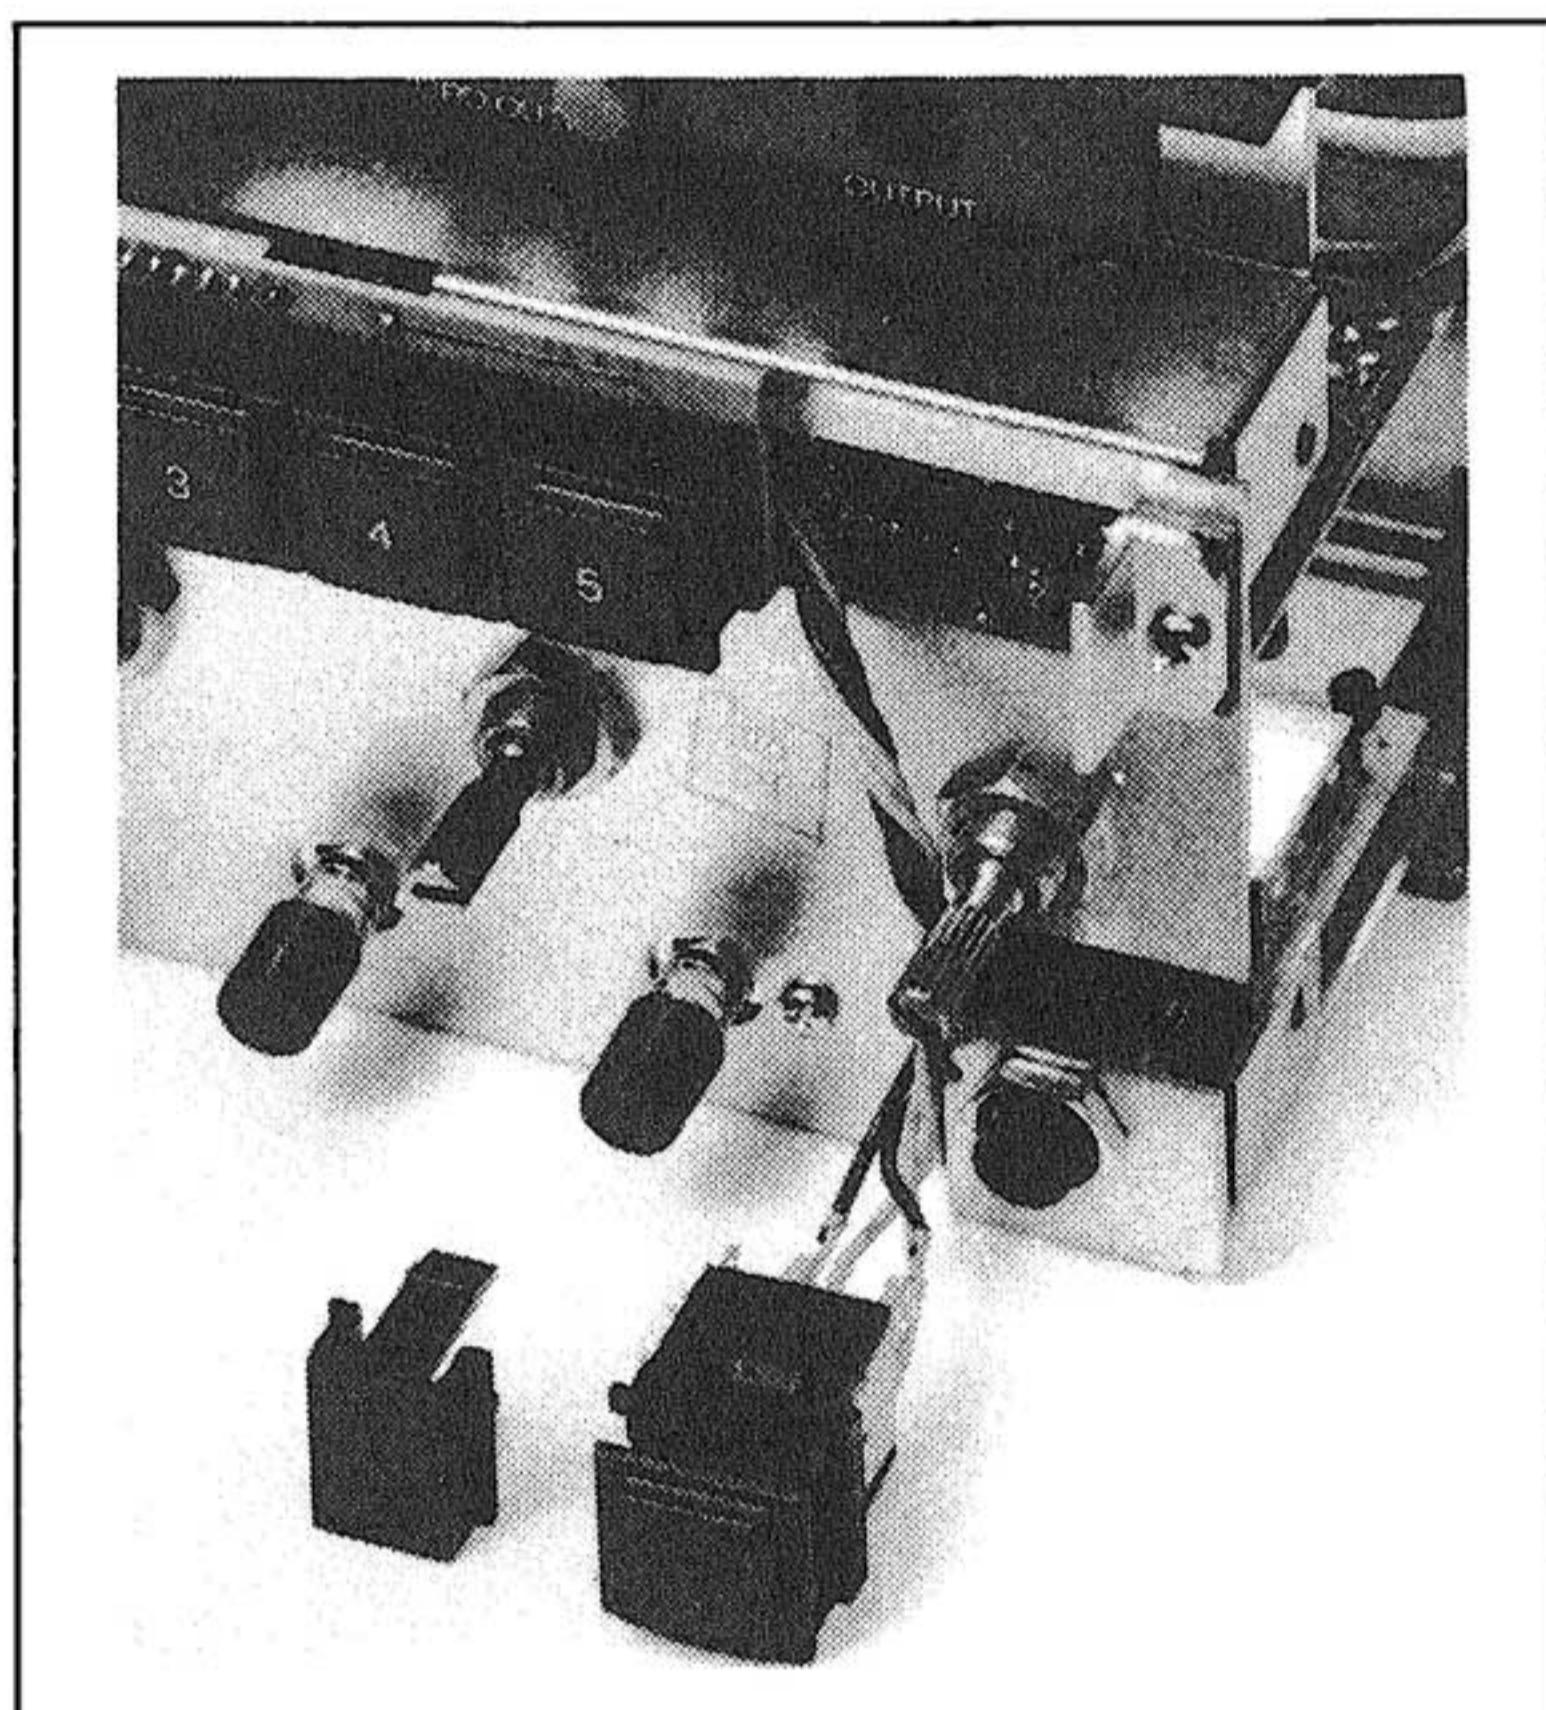

Fig. 2.9
- Die Blindabdeckung zwischen dem Netzschalter und den Eingangswahlstellen herausziehen, der Netzschalter kann nun ausgetauscht werden (Fig. 2.9).
- Pull out blanking cover between power switch and input selector buttons. The power switch can now be replaced (Fig. 2.9).